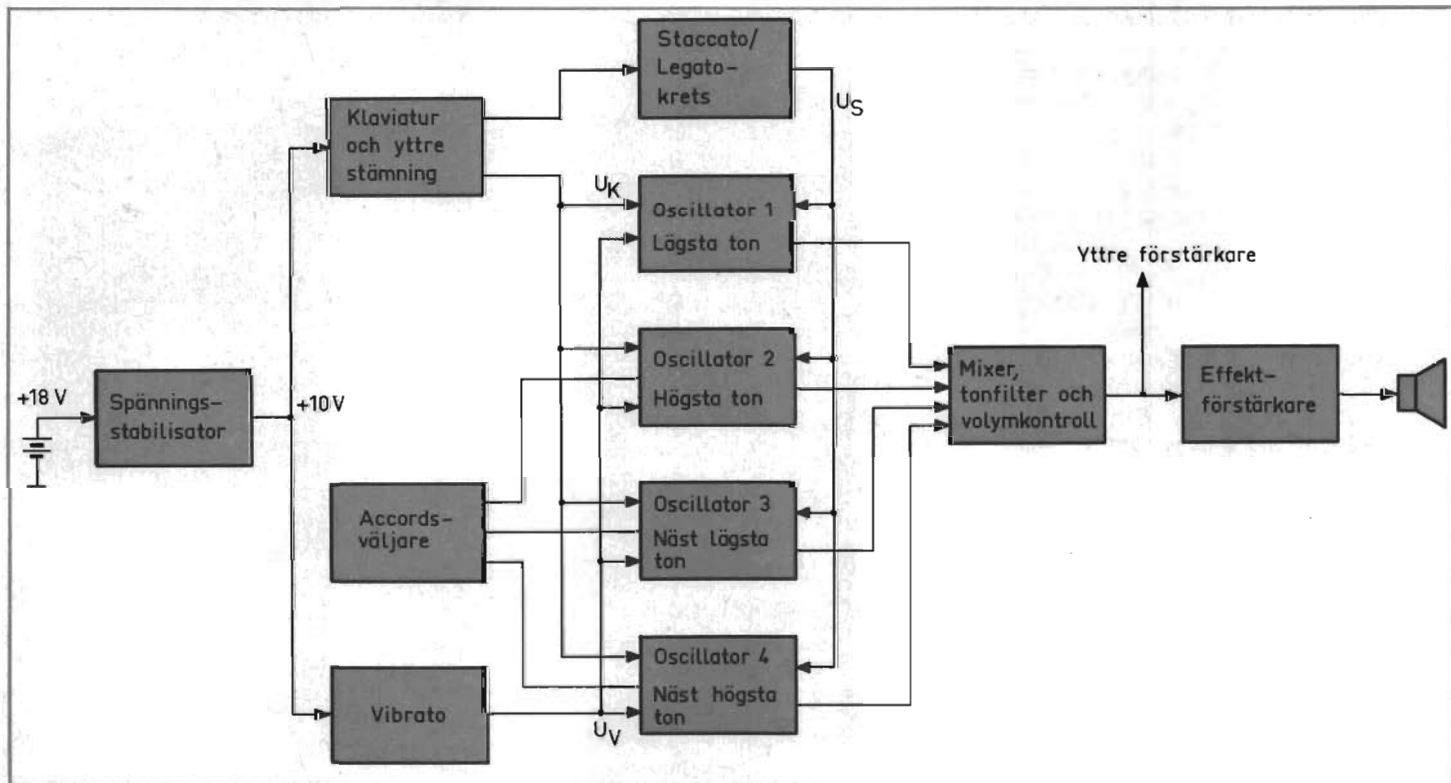

Fig 1. Blockschemat över orgeln "Kompis".
Fig 1. Det inre av Dux-förstärkaren sedan höljat dragits av. Chassiet tjänstgör som en "bricka" på vilket allt sammanförts i förtätad men god ordning med snygg och effektiv lednings- och kabeldragning.
■ ■ Hjärtat i "Kompis" är de fyra oscillatorerna (se fig 1). Signalerna från dessa mixas ihop och bildar de olika ackorden. Sedan summasignalen passerat tonfilter och volymkontroll matas den ut till antingen en inbyggd effektförstärkare eller till ett uttag för yttre förstärkare.